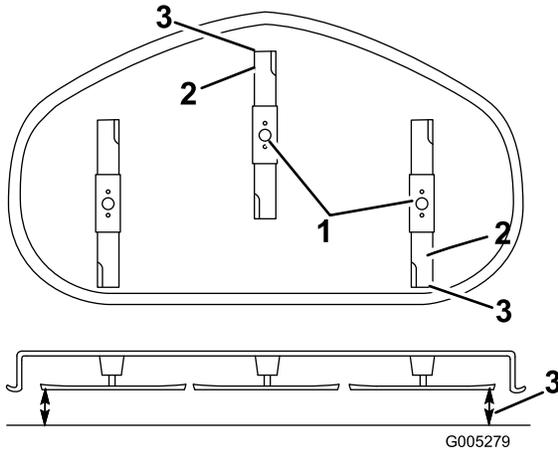

Figura 41
- Ponga la altura de corte en **3** [3 pulg. (76 mm)] y gire con cuidado las cuchillas hasta que estén alineadas hacia adelante y hacia atrás (Figura 41).
- Mida entre la punta de la cuchilla delantera y la superficie plana y entre la punta de la cuchilla trasera y la superficie plana (Figura 41). Si la punta de la cuchilla delantera no está entre 1,6 y 7,9 mm más baja que la punta de la cuchilla trasera, ajuste la contratuerca delantera.
- Compruebe la inclinación longitudinal de nuevo después del ajuste. Siga ajustando la tuerca hasta que la punta de la cuchilla más avanzada esté entre 1,6–7,9 mm (1/16 y 5/16 pulgada) más baja que la punta de la cuchilla más atrasada (Figura 41).